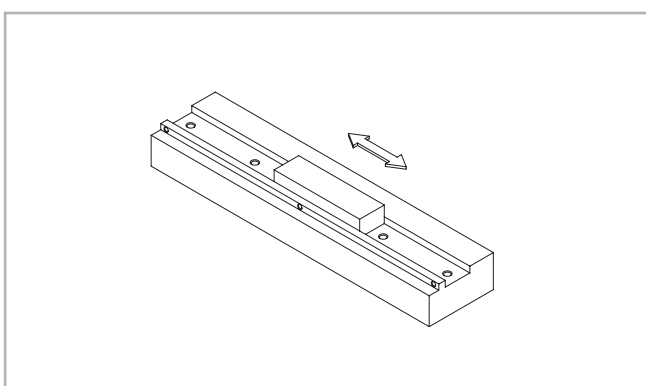

Рис. 53
(1) Выровнять несущую поверхность несущей конструкции абразивом, удаляя все задиры, заусенцы, неровности и загрязнения (см. Рис. 53).